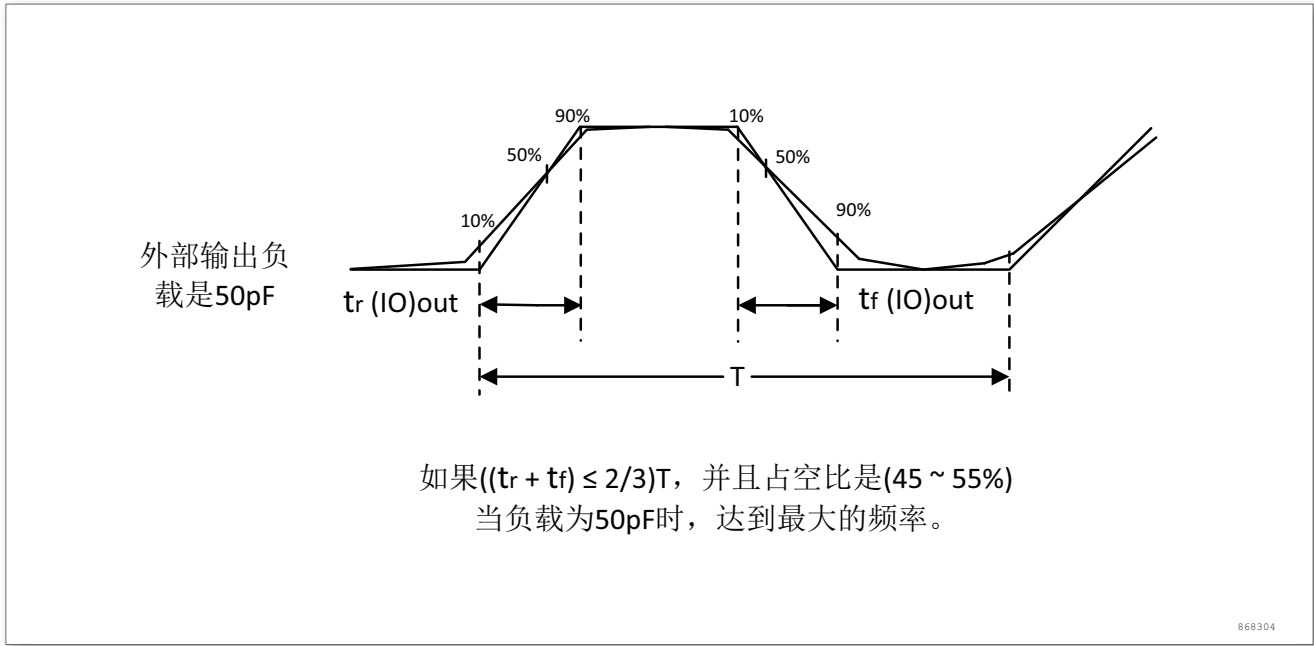

图 17. 输入输出交流特性定义
输入输出交流特性的定义和数值分别在图 17 和表 32 给出。
2. 最大频率在图 17 中定义。